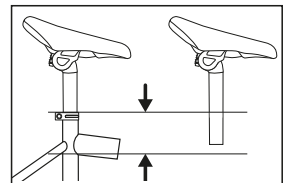

Afb. 2: Zitpositie
- ↳ Controleer of u ook op langere ritten een comfortabele zithouding kunt behouden en of u tijdens het rijden alle componenten op het stuur veilig kunt bedienen (zie Afb. 2).